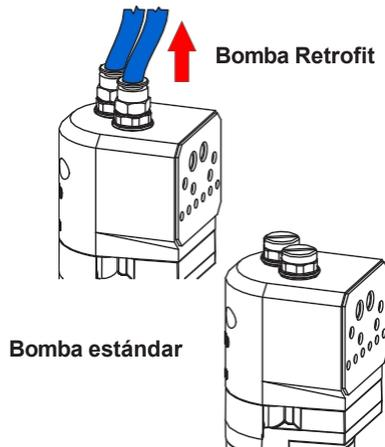

Figura 15 Extracción de el tubo de aire de purga
1. Véase la figura 15. Realice un cambio de color para eliminar el polvo viejo de la bomba, luego alivie la presión de aire del sistema y desconecte la tubería de aire de purga.